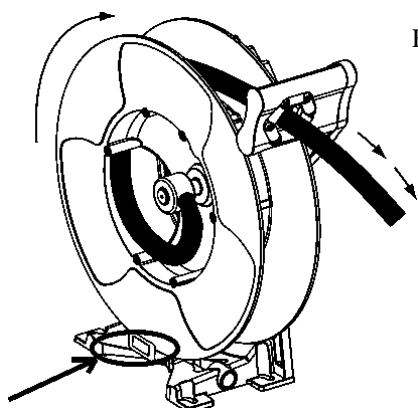

Fig. 11
1. Pull the hose out 3m (10 feet) and let the hose get latched (Fig. 11). Remove the hose guide mounted on the bracket as indicated in Figure 11.
1. Dra ut 3 m av slangen och spärra rullen (Fig. 11). Ta bort slangstyrningen på fästet (markerad i Fig. 11).